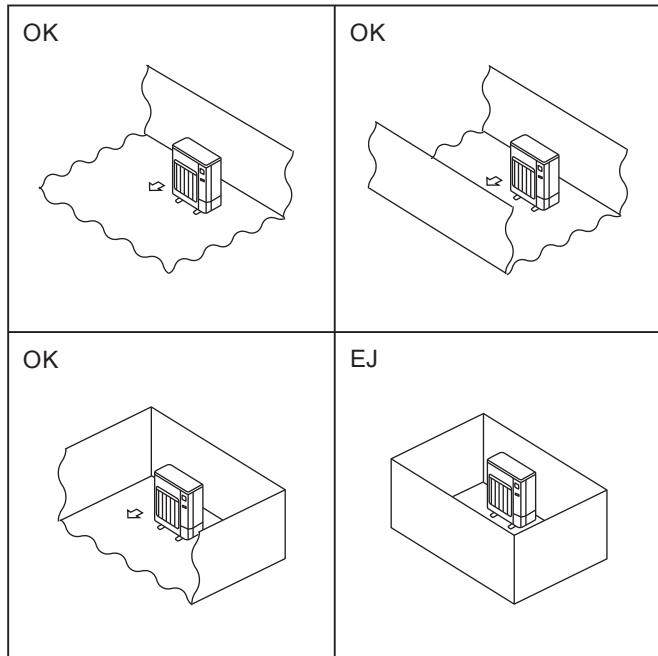

Fig. 2-1
- Installera utomhusenheter på en tillräcklig stor plats där minst en av de fyra sidorna är öppen och det inte finns några nedsänkningar. (Fig. 2-1)